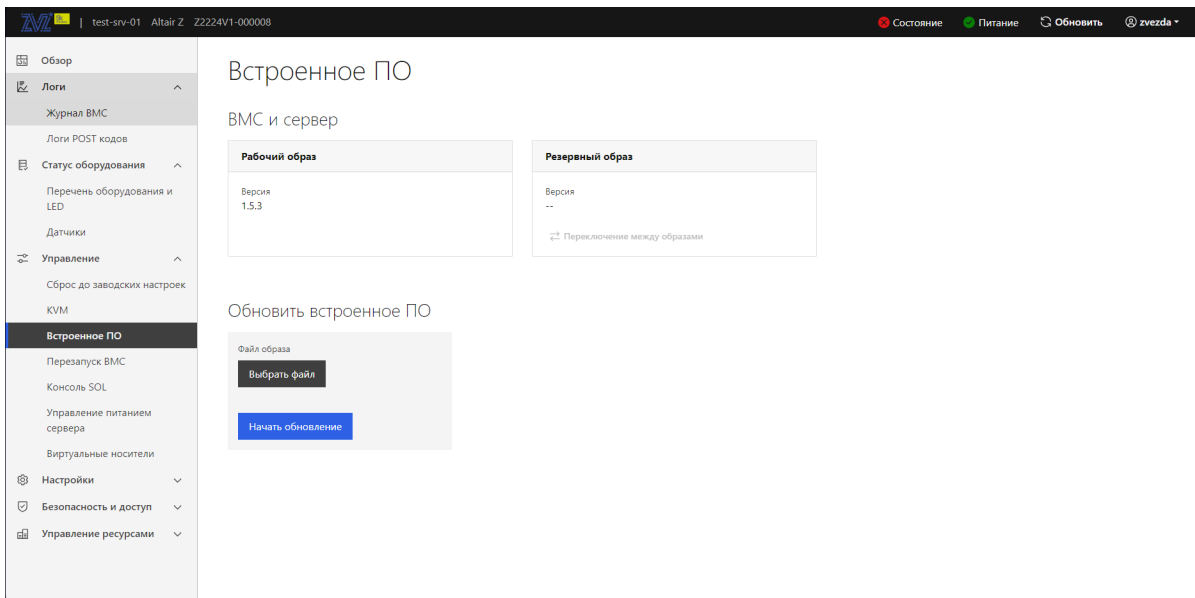

Рис. 88. Окно «Встроенное ПО»
- 2) Пройдите во вкладку «Управление» → «Встроенное ПО». Окно показано на рис. 88 Окно «Встроенное ПО»